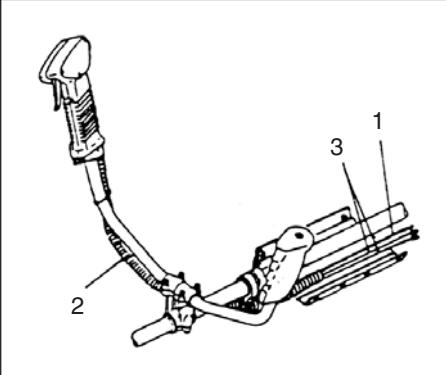

Fig. 1-3
Posizionare i cavi di stop (3) ed il cavo acceleratore (1) attraverso il tubo di protezione (2). Quindi sganciare il tamponcino di protezione e lasciare con esso i cavi di stop e il cavo acceleratore (1) (Fig. 1.3).